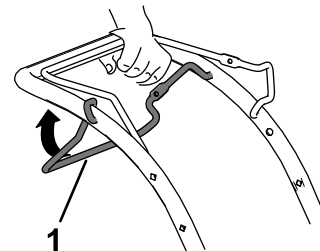

Bild 12
- Einkuppeln des Selbstantriebs: Ziehen Sie den Selbstantriebsbügel zum Holm und halten Sie ihn in dieser Stellung (Bild 12).